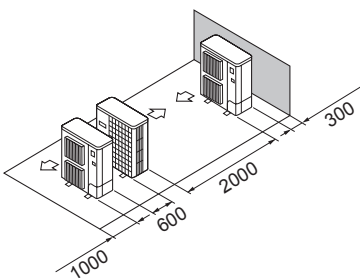

Fig. 2-16
- ⑤ Απλή παράλληλη διάταξη μονάδων (Fig. 2-16)